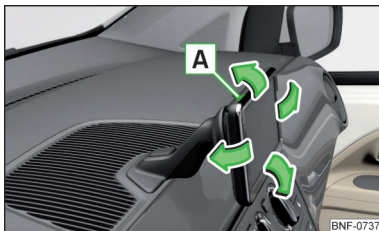

Bild 88
» bild 88 till önskat läge » !.
- Slå på enheten genom att trycka på knappen A » bild 88.